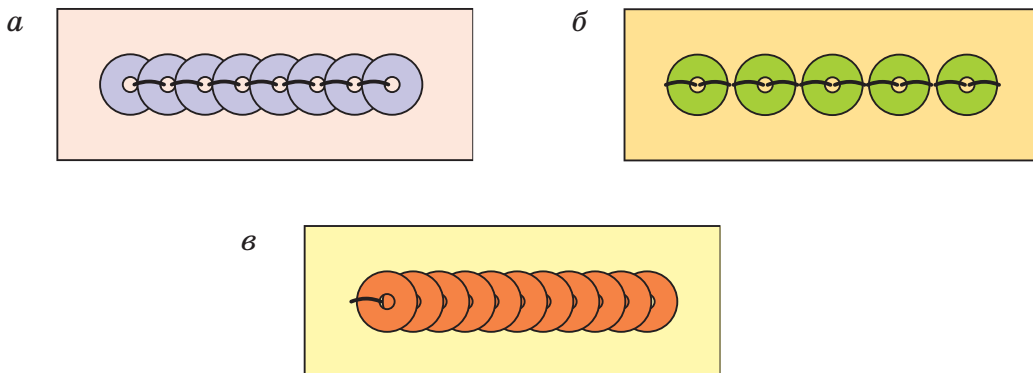

Рис. 75. Пришивание блёсток (пайеток) в виде прямой линии
2. Если пайетки расположены по прямой линии непрерывной полосой, их закрепляют стежками, выходящими из центра одной и заходящими в центр другой пайетки. При этом каждая следующая пайетка попадает под предыдущую (рис. 75, а). Закрепляют пайетки швом «вперёд иголку», выполнив его в обратном направлении.
3. Если блёстки (пайетки) расположены по прямой линии, но не заходят одна на другую, их пришивают швом «вперёд иголку». Стежки выходят из центра каждой пайетки сначала в одном направлении, а потом в обратном (рис. 75, б).
4. Если блёстки (пайетки) расположены в виде чешуйчатой полосы, их нужно пришивать к ткани только с одной стороны швом «за иголку». Накладывать блёстки (пайетки) одну на другую нужно так, чтобы каждая последующая закрывала отверстие предыдущей (рис. 75, в).